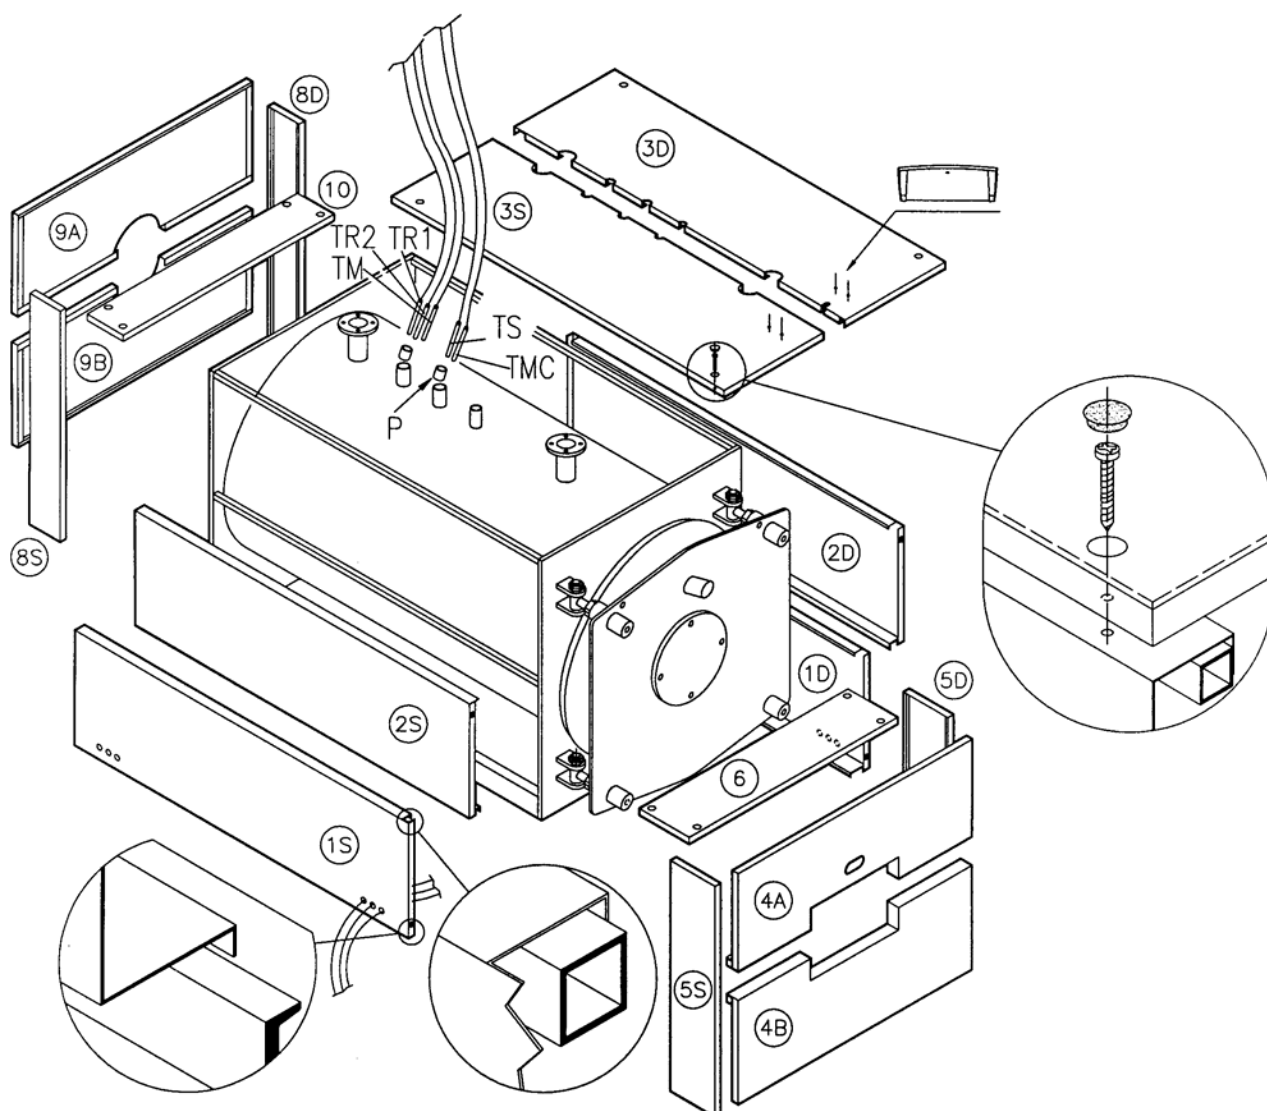

Рис. 9
4.3 ОБШИВКА КОТЛА REX/REX К 50÷130 (Рис. 9)
- a) Обернуть стекловатой корпус котла, оставив видимыми футляры для колб (P), расположенные на правой стороне.
- d) Установить верхнюю панель (3S) на котел; зафиксировать панель управления на панели (3S); размотать капилляры термостатов и термометра и вставить колбы в футляры (P).